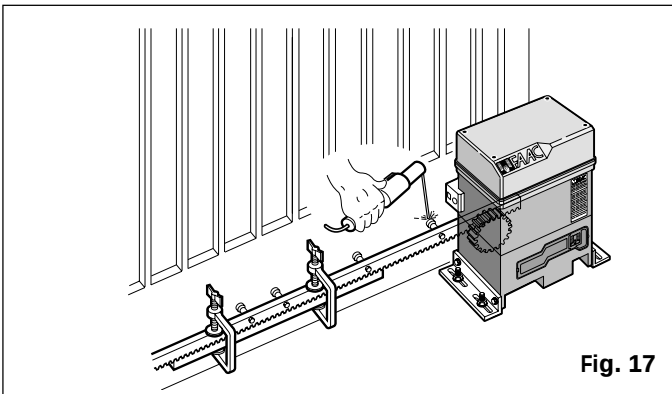

Fig. 17
- 5) Raccorder au dernier élément fixé un autre élément de crémaillère en utilisant une portion de crémaillère comme indiqué Fig. 17, afin de respecter le pas.
- 4) Raccorder au dernier élément fixé un autre élément de crémaillère en utilisant une portion de crémaillère comme indiqué Fig.17, afin de respecter le pas.